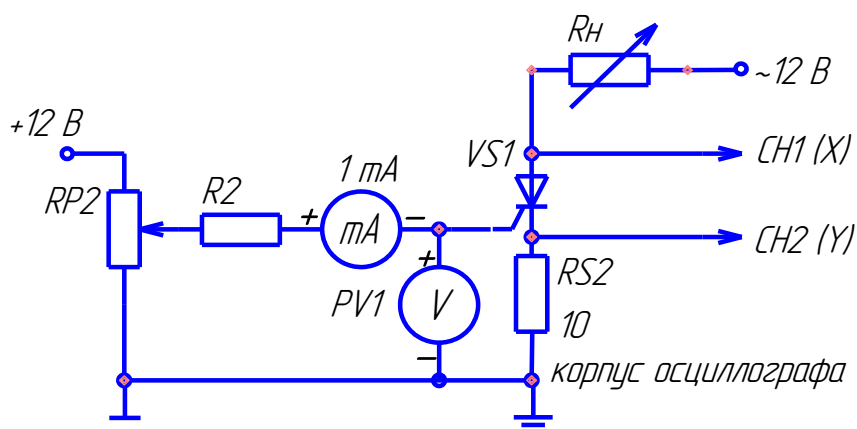

Рис. 2 – Схема исследования тиристора на переменном токе для получения анодной ВАХ тиристора на экране осциллографа
д) собрать схему для исследования тиристора на переменном токе для получения анодной ВАХ тиристора на экране осциллографа (рис. 2). Подать на вход *CH2* (Y) осциллографа напряжение с шунта *RS2*, пропорциональное току в анодной цепи i_a , а на вход *CH1* (X) – анодное напряжение тиристора u_a (при этом переключатель развертки осциллографа должен быть переведен в положение X/Y). Корпус осциллографа ($\perp$) присоединить к общему проводу ($\perp$). Зарисовать ВАХ тиристора при двух значениях тока управления I_y , определить масштабы по току и напряжению. Выключить питание;